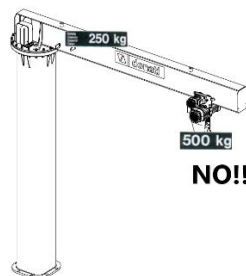

Abb. 15
3. Die Eigenschaften der Hubeinheit (Katze/Zug) müssen, soweit nicht im Lieferumfang enthalten, mit denen des Auslegerkrans (siehe Punkt **Errore. L'origine riferimento non è stata trovata.**) hinsichtlich folgender Aspekte kompatibel sein: (Abb. 15)